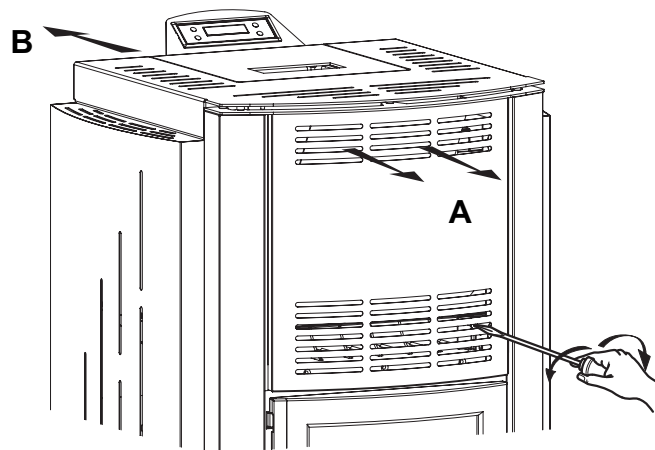

Fig.14.1
Una es la de la calefacción de la habitación donde está colocada la estufa Fig.14.1 (A) por medio de rejillas frontales o superiores (dependiendo del modelo). La otra es la que permite calentar también ambientes alejados de la estufa Fig.14.1 (B) disponiendo una instalación de canalización del aire.